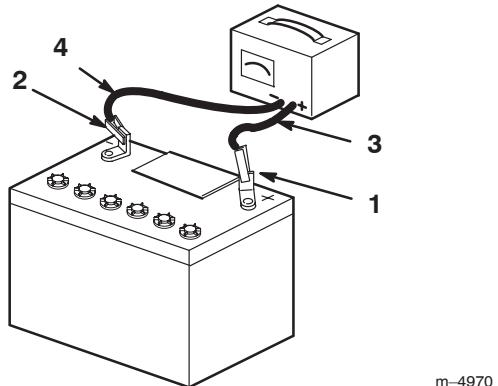

Figure 64
- Quand la batterie est chargée au maximum, débranchez le chargeur de la prise, puis débranchez les fils du chargeur des bornes de la batterie (Fig. 64).